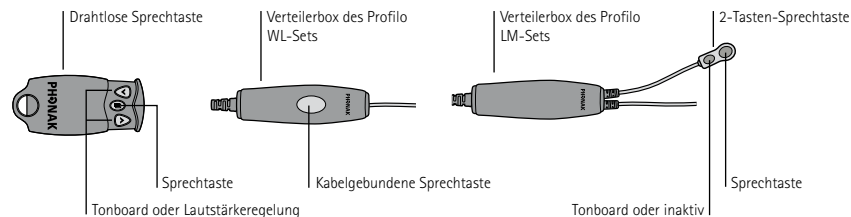

Abbildung 8
- Drücken Sie die kabelgebundene Sprechaste, die 2-Tasten-Sprechaste oder nutzen Sie die Sprechastenfunktion der drahtlosen Sprechaste, die mit der Verteilerbox verbunden ist, um das Mikrofon zu aktivieren (Abbildung 8).